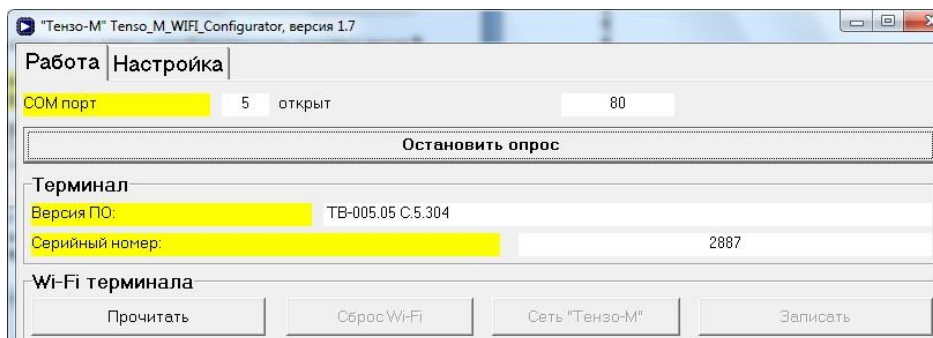

Рис. 6.2. Кнопка **«Прочитать»**.
6.3. Нажмите на кнопку **«Начать опрос»**. Программа начнёт опрос весового преобразователя. Если преобразователь будет обнаружен, то станет активной кнопка **«Прочитать»**, см. рис. 6.2.